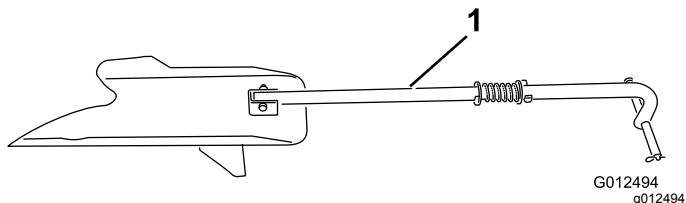
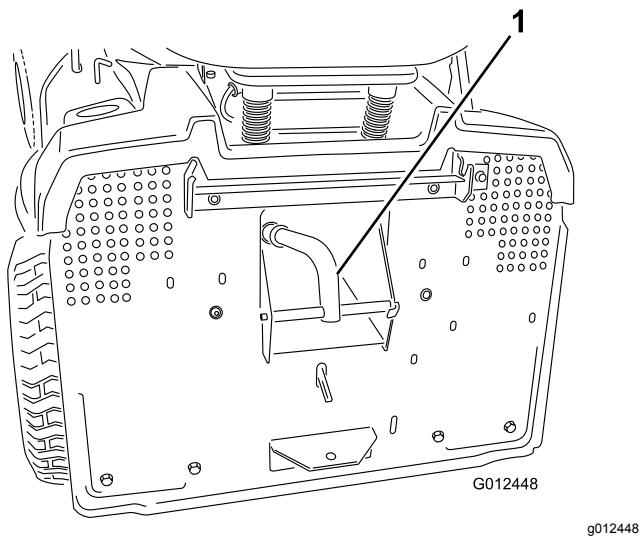

Figura 17
Figura 18
5. Insira o tampão de cobertura (mulch) (Figura 17) na abertura de descarga na parte de trás da máquina e prenda-o no orifício da calha de descarga (Figura 18).